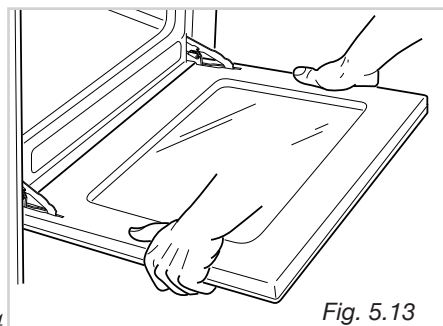

Fig. 5.13
- Impugnare la porta come illustrato in fig. 5.13.